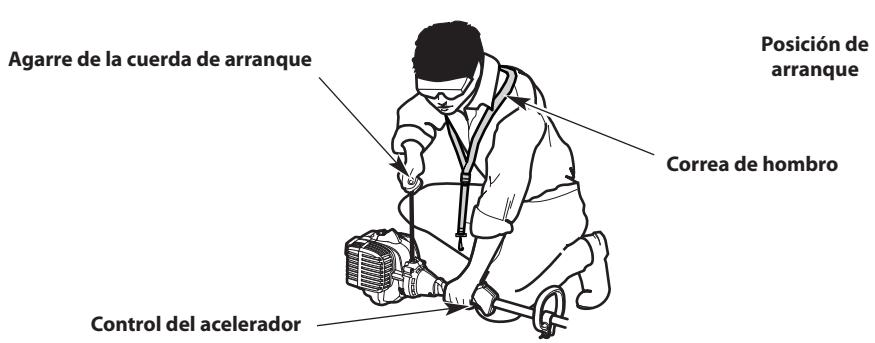

Fig. 15
ADVERTENCIA: Se debe evitar arrancar accidentalmente la unidad. A fin de evitar que se produzcan lesiones graves, el operador y la unidad deben estar en una posición estable cuando se jala la cuerda de arranque (Fig. 15).
- Pase la correa de hombro sobre la cabeza del operador y sobre el hombro izquierdo (Fig. 15).
2. Agacharse en la posición de arranque (Fig. 15).
4. Siga sosteniendo oprimidos el bloqueo del acelerador y el control del acelerador. Tire de la cuerda de arranque con un movimiento controlado y firme hasta que arranque la unidad (Fig. 15).
3. Pase la correa de hombro sobre la cabeza del operador y sobre el hombro izquierdo (Fig. 15).